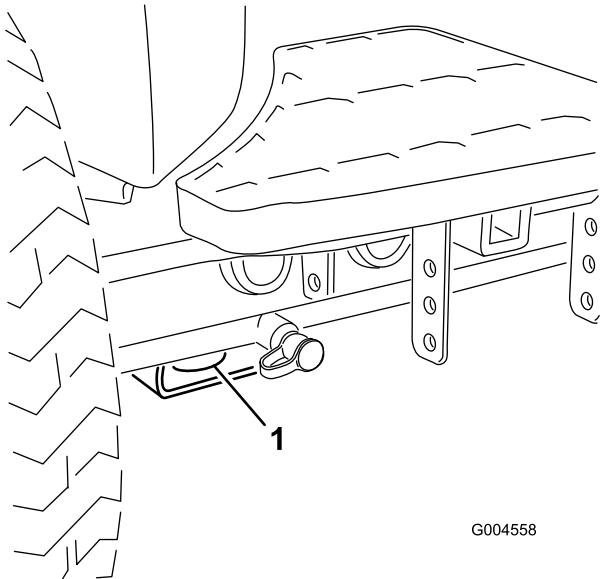
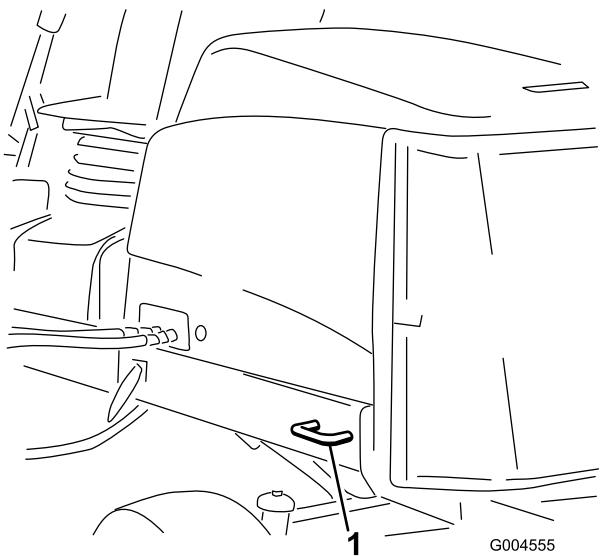

Figura 36
Figura 37
- Utilizzate gli ancoraggi metallici sulla macchina per fissare saldamente la macchina al rimorchio o all'autocarro per mezzo di cinghie, catene, cavi o corde (Figura 36 e Figura 37).
- Anteriore – Foro nel supporto rettangolare, sotto il tubo dell'assale, all'interno delle ruote anteriori (Figura 36)
- Posteriori – Ogni lato della macchina sul telaio posteriore (Figura 37)